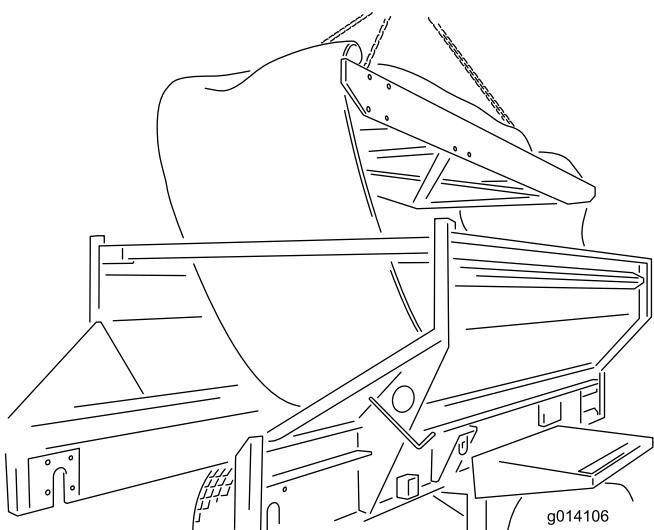

Figure 49
24. Déposez la cartouche en la soulevant au dessus de la machine. Placez-la sur le sol (Figure 49).